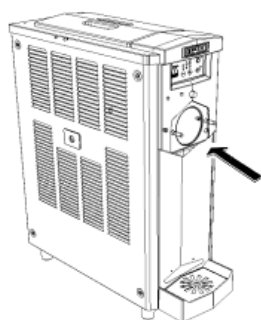

Fig. 14
- Lavare accuratamente il cilindro congelatore e la vasca superiore rimuovendo ogni residuo di prodotto con una spugna pulita imbevuta di soluzione sanificante accertandosi di bagnare completamente tutte le superfici per almeno 60 secondi. Fare asciugare all'aria. Attenersi alle norme igienico-sanitarie locali (v. Fig. 14).
- Nebulizzare il prodotto sanificante su tutte queste superfici lasciandolo agire come suggerito dal produttore (v. Fig. 14).